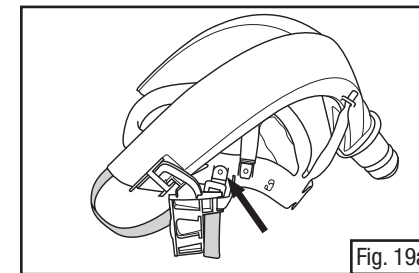

Fig. 19a
1. Ubique los puntos de conexión de la banda o correa para el mentón en el arnés. La Fig. 19a muestra una banda anexa con la flecha hacia los pasadores de conexión en el arnés.